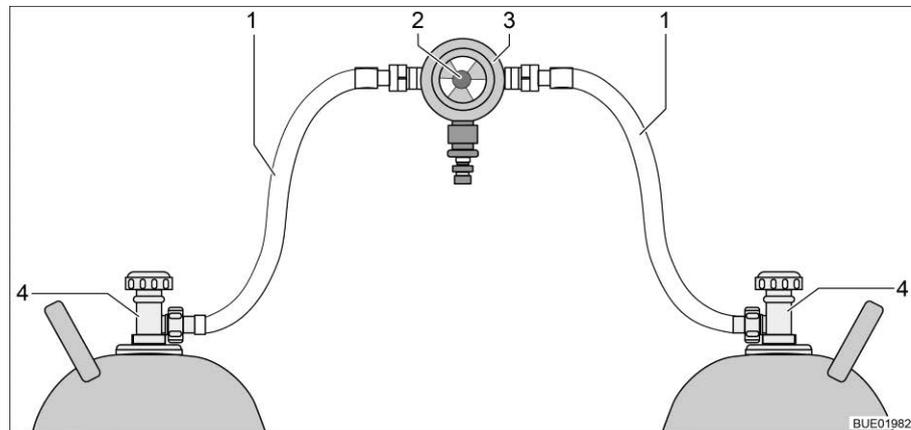
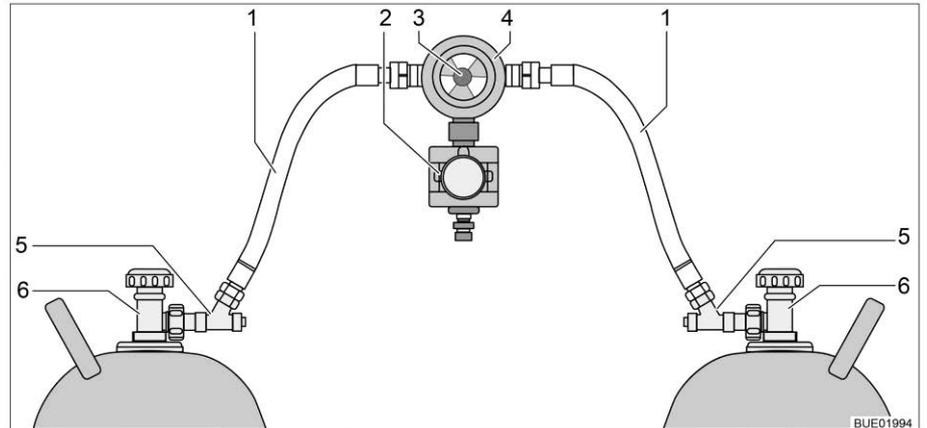

Fig. 90 Dispositif de commutation entre bouteilles de gaz
Fig. 91 Dispositif de commutation entre bouteilles de gaz avec CPU
Le dispositif de commutation entre bouteilles de gaz se compose d'un régulateur de pression du gaz combiné à une valve de commutation et indicateur (Fig. 90,3). Le dispositif de commutation entre bouteilles de gaz est monté entre les deux lyres (Fig. 90,1).
Le dispositif de commutation entre bouteilles de gaz se compose d'un régulateur de pression du gaz combiné à une valve de commutation et indicateur (Fig. 91,4) et d'une électrovanne (Fig. 91,2). L'électrovanne bloque l'arrivée du gaz au véhicule en cas de freinage brusque, d'accident ou de pente inhabituellement forte. Le dispositif de commutation entre bouteilles de gaz est monté entre les deux lyres (Fig. 91,1) avec des sécurités de rupture de tuyau (Fig. 91,5).
Le bouton rotatif (Fig. 90,2 ou Fig. 91,3), situé sur le dispositif de commutation entre bouteilles de gaz permet de définir laquelle des bouteilles de gaz est celle de service et laquelle est celle de réserve.
Seules les fonctions électriques peuvent être activées sur l'unité de commande (Fig. 92). Les robinets principaux des bouteilles de gaz (Fig. 90,4 et Fig. 91,6) doivent être ouverts ou fermés manuellement.
- Ouvrir les robinets principaux des bouteilles de gaz (Fig. 90,4 ou Fig. 91,6).
- Appuyer sur les sécurités de rupture de tuyau (Fig. 91,5) l'une après l'autre pendant 10 secondes.
- Choisir la bouteille de gaz avec le bouton rotatif (Fig. 90,2 ou Fig. 91,3) du dispositif de commutation à partir de laquelle le gaz doit être utilisé prioritairement (bouteille de service).
- Fermer les robinets principaux des bouteilles de gaz (Fig. 90,4 ou Fig. 91,6).